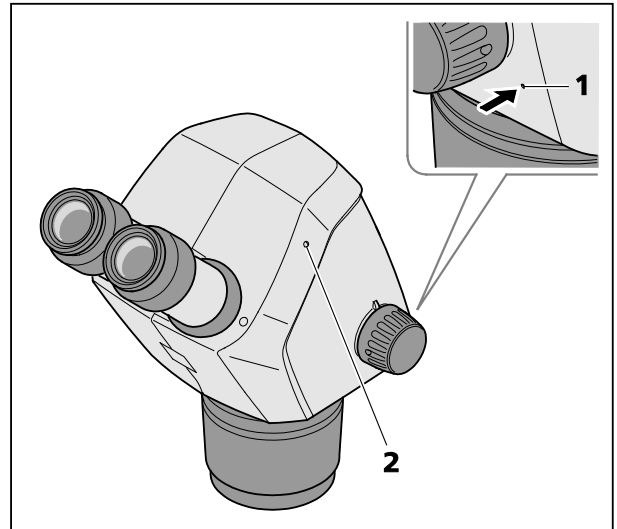

Bild 10 Reset der integrierten Kamera
- Den Reset-Knopf (Bild 10/1) mit Hilfe einer aufgebogenen Büroklammer für mind. 10 Sekunden gedrückt halten.
Nach abgeschlossener Initialisierung der Kamera leuchtet die Status-LED (Bild 10/2) dauerhaft.